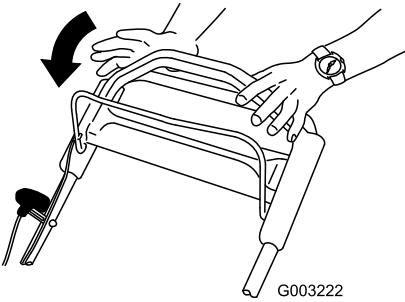

Figura 22
- Rilasciate la barra di comando della lama (Figura 22).